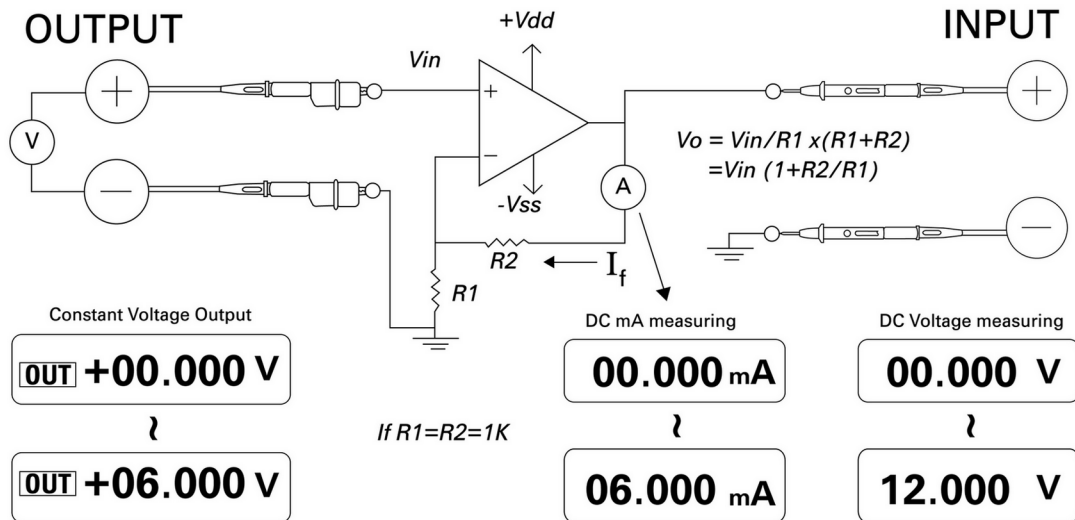

Figura 5-14 Convertido de voltaje a corriente
Para mantener su voltaje de entrada diferencial en cero, el amplificador operacional que se muestra en la Figura 5-14 obliga a la corriente $I = V_{in}/R1$ a fluir a través de la carga R2 en la ruta de respuesta. Esta corriente es independiente de la carga.
- 5 Conecte el amplificador operacional tal como se muestra en la Figura 5-14.
- 8 Como una alternativa, puede colocar el control giratorio a la posición $\approx mA / \text{Ⓢ}$ y conectar los cables de sonda de entrada del multímetro **A** tal como se muestra en la Figura 5-14. Encontrará que la corriente medida es proporcional a la entrada de voltaje en el amplificador operacional.